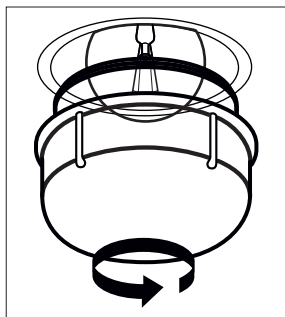

Figura 29
2. Remover a proteção de vidro rodando a mesma no sentido anti-horário (Ver figura 29). O uso de luvas de plástico pode ajudá-lo se tiver dificuldade em o rodar.